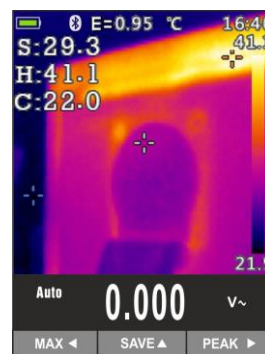

Fig. 45: Speichern von IR Bildern
9. Drücken Sie die Taste **HOLD/REL**, um das Ergebnis im Display einzufrieren. Die Meldung "HOLD" erscheint im Display und die Taste **SAVE ▲** (siehe Fig. 45)